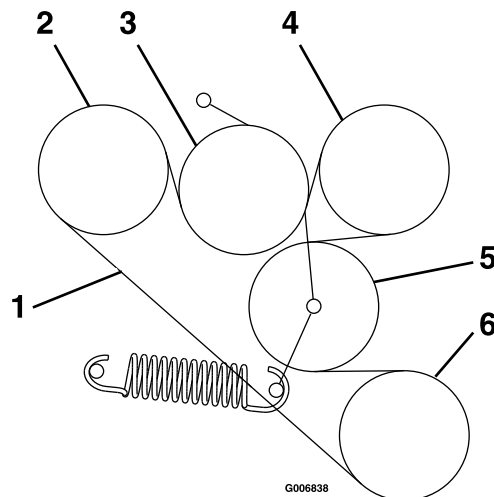

Figura 53
6. Enrute la correa nueva sobre las poleas según lo indicado en la calcomanía situada en la parte trasera del protector izquierdo de la transmisión (Figura 53).